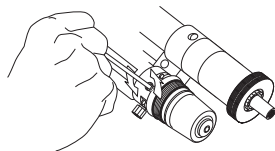

рис. 12
- 2) Ослабить пробку выпускного отверстия воздуха (L) с помощью фигурного ключа (3 мм) согласно рис. 12;